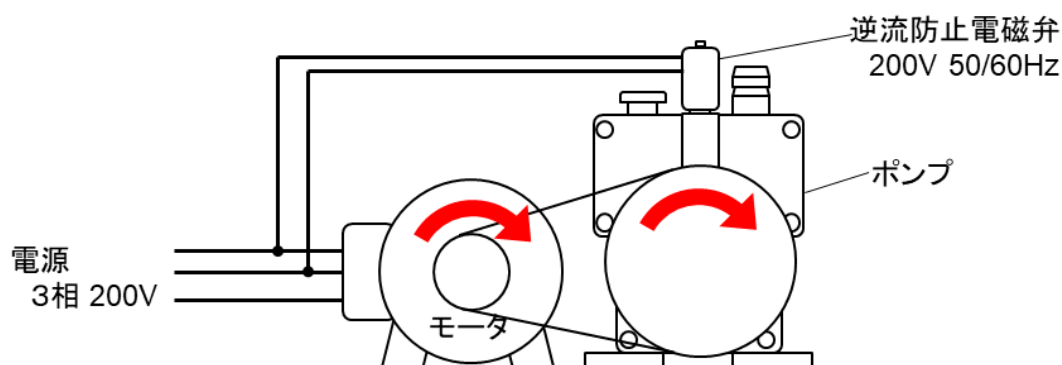

図 18 逆流防止電磁弁結線図
- (5) 回転方向に間違いがないことを確かめた上でVベルトを掛けてください。
- (6) 逆流防止電磁弁のリード線の図 18 の様にモータ側の入力回路に結線してください。